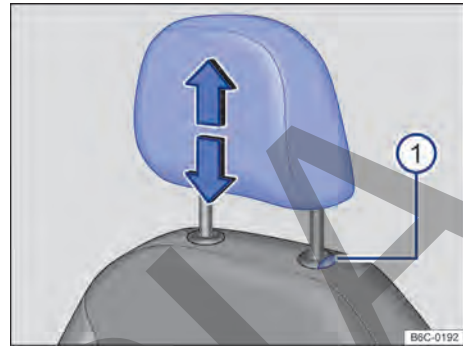
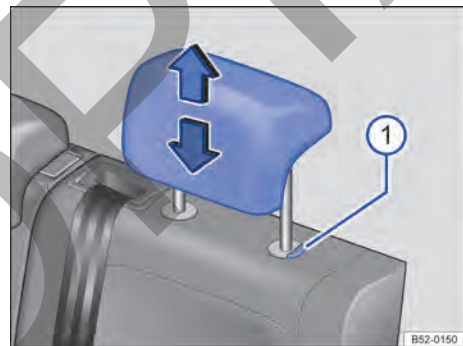

Fig. 65 Apoyacabezas delantero: ajustar.
Fig. 66 Apoyacabezas trasero: ajustar.
- Mover el apoyacabezas hacia arriba o hacia abajo, en el sentido de la flecha, presionando el botón → fig. 65 ⓘ o → fig. 66 ⓘ presionado → ⚠ en *Introducción al tema* de la página 82.